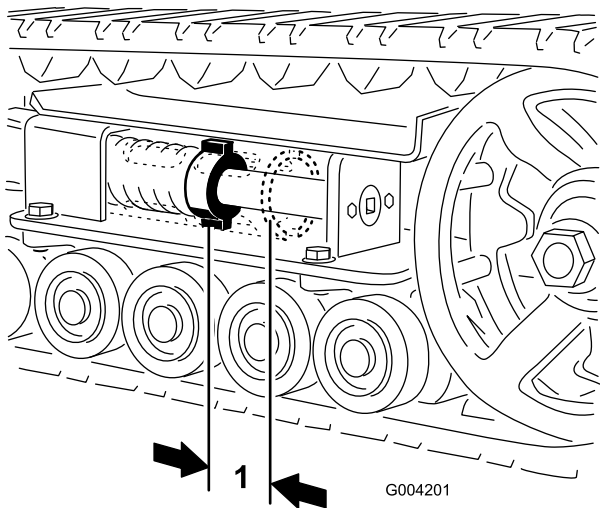

Figura 44
Deve haver 7 cm entre a porca de tensão e a parte de trás do tubo de tensão (Figura 44). Caso contrário, ajuste a tensão da lagarta utilizando o seguinte procedimento:
- Usando uma chave de $\frac{1}{2}$ polegada, rode o parafuso tensionador no sentido contrário ao dos ponteiros do relógio até que a distância entre a porca tensionadora e a parte de trás do tubo de tensão (Figura 44) seja de 7 cm.
- Rode o parafuso tensionador no sentido contrário ao dos ponteiros do relógio até que a distância entre a porca tensionadora e a parte de trás do tubo de tensão (Figura 44) seja de 7 cm.
18. Rode o parafuso tensionador no sentido contrário ao dos ponteiros do relógio até que a distância entre a porca tensionadora e a parte de trás do tubo de tensão (Figura 44) seja de 7 cm.